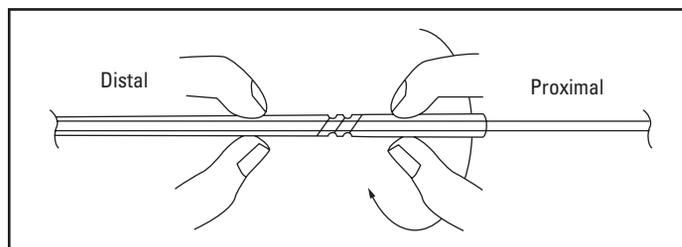

Figura 9. Bloquear com rotação no sentido dos ponteiros do relógio
6. Bloqueie o Sistema de Oclusão IDC com Fibras Interlock - 35 na respectiva posição, apertando cuidadosamente a bainha introdutora de ambos os lados do mecanismo de torção-bloqueio e rodando a extremidade proximal no sentido dos ponteiros do relógio (Figura 9).